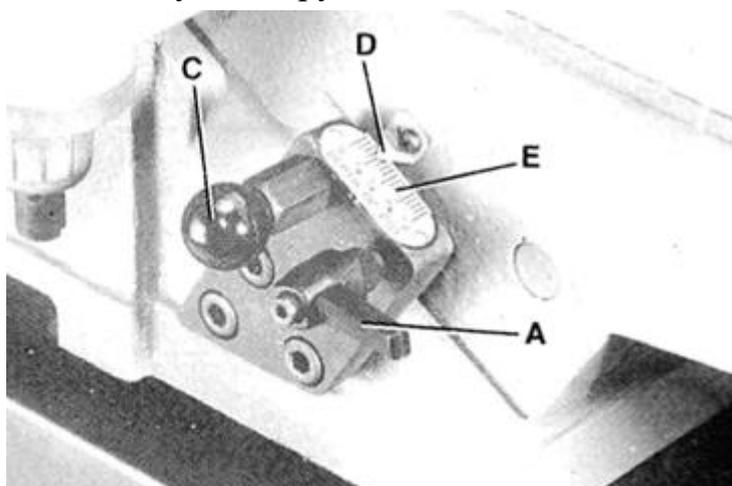

Рис. 24
ПРИМЕЧАНИЕ: во время подъема и опускания загрузочного стола штифт, расположенный на другом конце упора (С) – Рис. 24, автоматически останавливает стол на глубине обработки 3 мм. Для того чтобы переместить стол за данную точку, необходимо вытянуть упор (С) и переместить стол вверх или вниз.
2. Возьмитесь за рукоятку подъема/опускания (В) – Рис. 24 и сожмите стопорную рукоятку (С), поднимите или опустите рукоятку (В).
3. Глубину обработки загрузочного стола (положение стола относительно обрабатываемого круга) можно посмотреть на указателе (D) – Рис. 24 и шкале (E). Наибольшая глубина на данном станке составляет 13 мм.